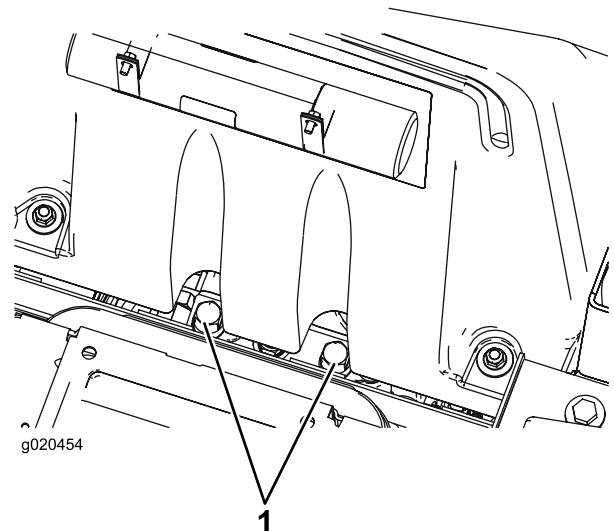

Figura 58
1. As válvulas de derivação encontram-se sob a dianteira do depósito de combustível (Figura 58).